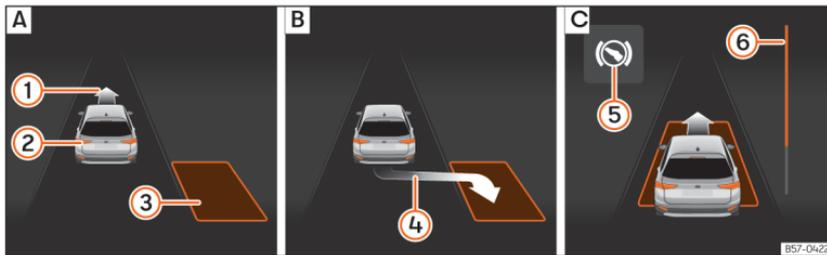
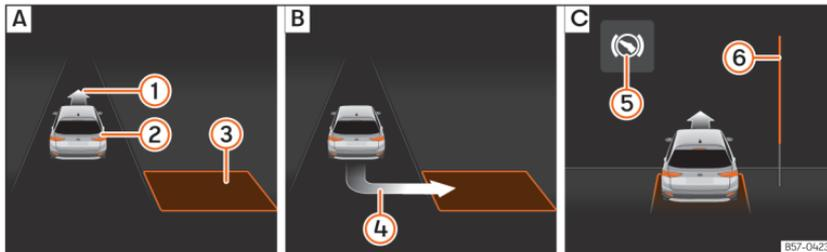

Fig. 125 No ecrã do painel de instrumentos: estacionar em paralelo. **A**: Procurar um lugar de estacionamento. **B**: Posição para estacionar. **C**: Manobrar.
Fig. 126 No ecrã do painel de instrumentos: estacionar em espinha. **A**: Procurar um lugar de estacionamento. **B**: Posição para estacionar. **C**: Manobrar.
para estacionar >>> **Fig. 125 B** ou >>> **Fig. 126 B**. O lugar foi considerado “apropriado” se no ecrã do painel de instrumentos aparecer a indicação de estacionar ④.
- Retroceda até o sinal contínuo do ParkPilot soar; **OU:** retroceda até aparecer a indicação de marcha à frente no ecrã do painel de instrumentos »» Fig. 125 [C] ou »» Fig. 126 [C]; **OU:** retroceda até aparecer a mensagem **Park Assist finalizado** no ecrã do painel de instrumentos. A barra de progresso [6] indica a distância a percorrer.
- Faça marcha à frente até soar o sinal contínuo do ParkPilot; **OU:** faça marcha à frente até aparecer a indicação de fazer marcha-atrás no ecrã do painel de instrumentos. O sistema de estacionamento assistido manobra o veículo em frente e em marcha-atrás até centrá-lo no lugar »» Fig. 125 [C] ou »» Fig. 126 [C].
A barra de progresso »» Fig. 125 [6] e
»» Fig. 126 [6] mostra simbolicamente no ecrã do painel de instrumentos a distância relativa que ainda falta percorrer. Quanto maior for a distância, mais cheia está a barra de progresso. Ao circular em marcha à frente, o conteúdo da barra de progresso diminui para cima, e ao circular marcha-atrás, diminui para baixo.